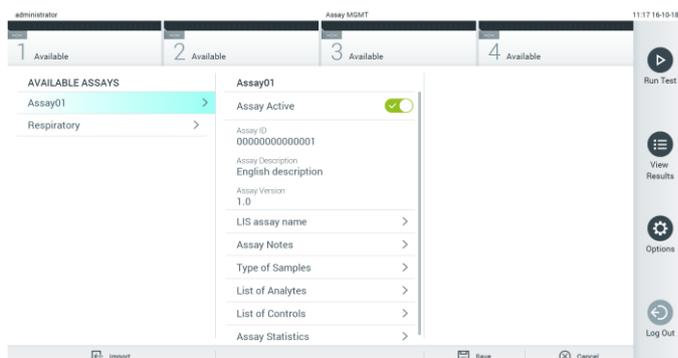

Рис. 56. Активирование тест-системы.
7. Для активации тест-системы необходимо выбрать пункт «Assay Active» (Тест-система активна) (рис. 56).